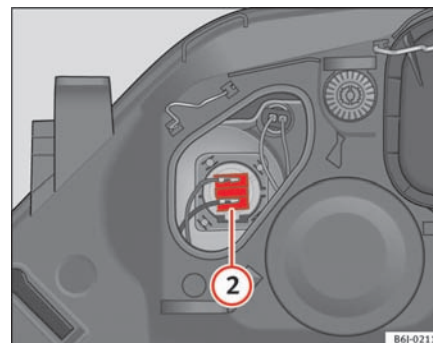

Fig. 141 Fjernlys
- Træk stikket ⇒ side 213, fig. 141 ② udad og af.